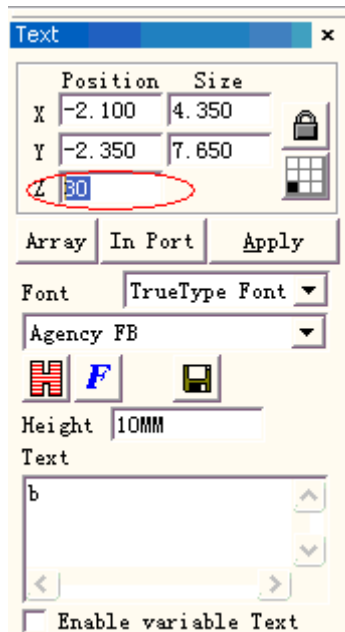

Рис. 8-5-2. Ввод буквы «b».
**2 этап:** аналогично в рабочем пространстве сформируйте букву «b». Установите значение 30 по координате Z. Далее нажмите кнопки «**Apply**» (применить) и «**put to origin**» (поместить в начало координат), как показано на Рис. 8-5-2.